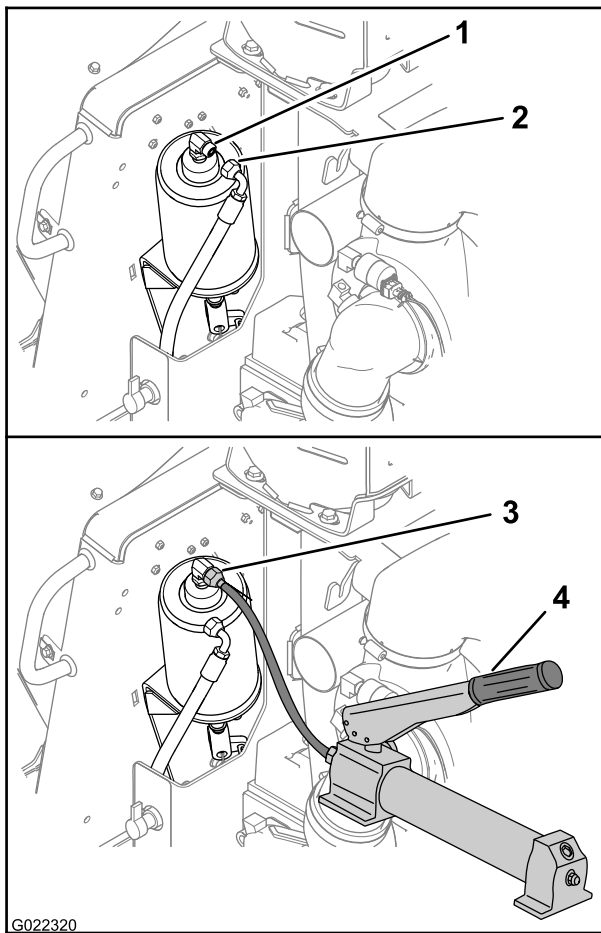

Figura 31
1. Desconecte la manguera hidráulica del cilindro del freno de estacionamiento, tal como se muestra en la Figura 31.
2. Conecte una bomba hidráulica de cebado manual capaz de producir 350 psi al cilindro de freno (Figura 31).